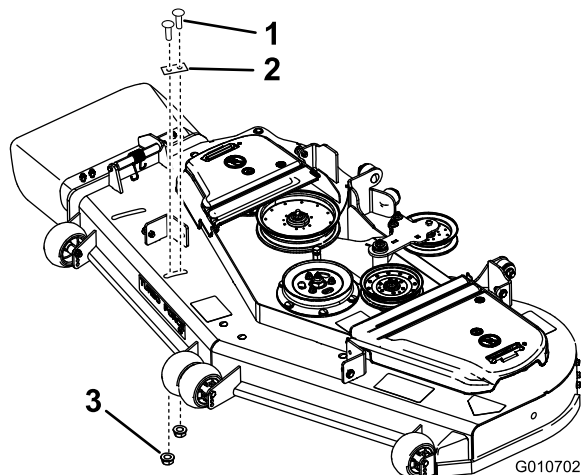
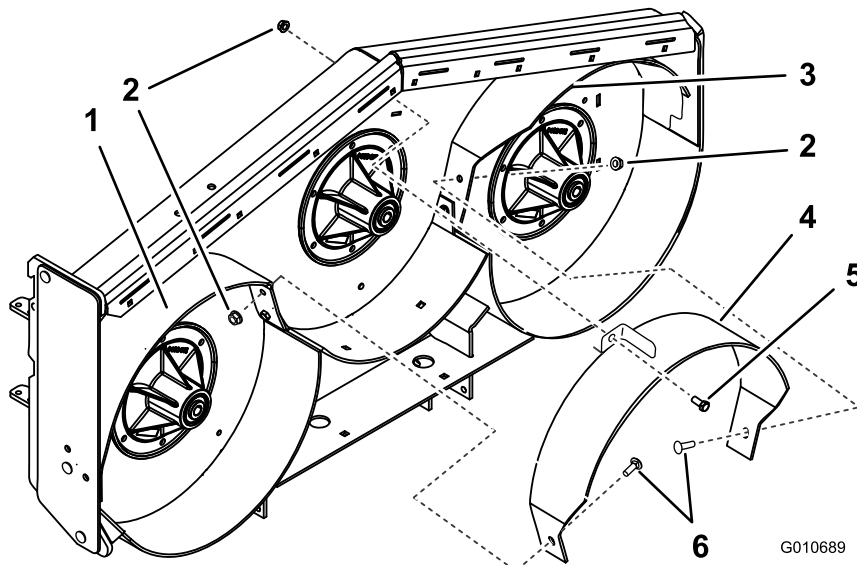

Figura 9
Figura 11
3. Instale la tapa con 2 pernos y 2 tuercas con arandela prensada (arandela grande) (3/8 pulgada) (Figura 9).
(3/8 x 1 pulgada) y una tuerca con arandela prensada (arandela pequeña), (3/8 pulgada) (Figura 11).
11. Instale provisionalmente el deflector central en la parte superior de la plataforma de corte con 1 perno (3/8 x 1 pulgada) y una tuerca con arandela prensada (arandela pequeña), (3/8 pulgada) (Figura 11).
1. Apriete todos los pernos y las tuercas de los deflectores (Figura 8, Figura 9, Figura 10 y Figura 11).